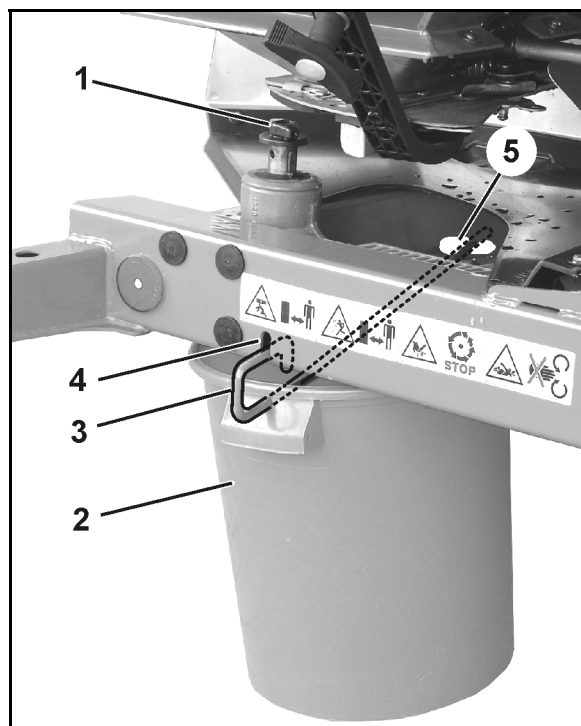

Fig. 55
- 2.1 Desenroscar el tornillo de mariposa (Fig. 55/1) que sujeta el disco de dispersión y extraer el disco del eje del engranaje.
3. Colgar el recipiente colector (Fig. 55/2) por medio del gancho (Fig. 55/3) en los soportes (Fig. 55/4 y Fig. 55/5) del bastidor.